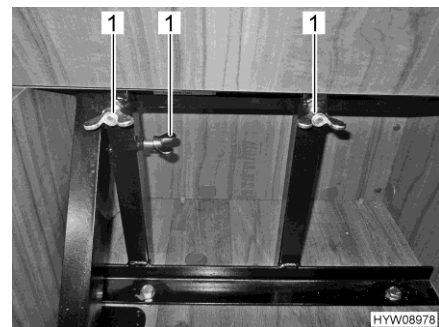

Bild 26 Säkra den hopfällbara stolen med vingmutter
- Säkra den hopfällbara stolen med vingmutter (Bild 26,1).